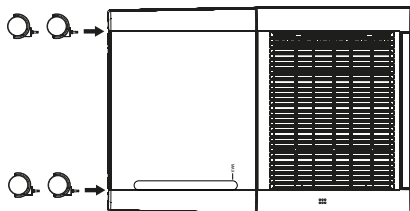

Fig. 1
- ♦ Pressione as rodas **6** nos quatro orifícios existentes na base do aparelho, até encaixarem corretamente (ver fig. 1).